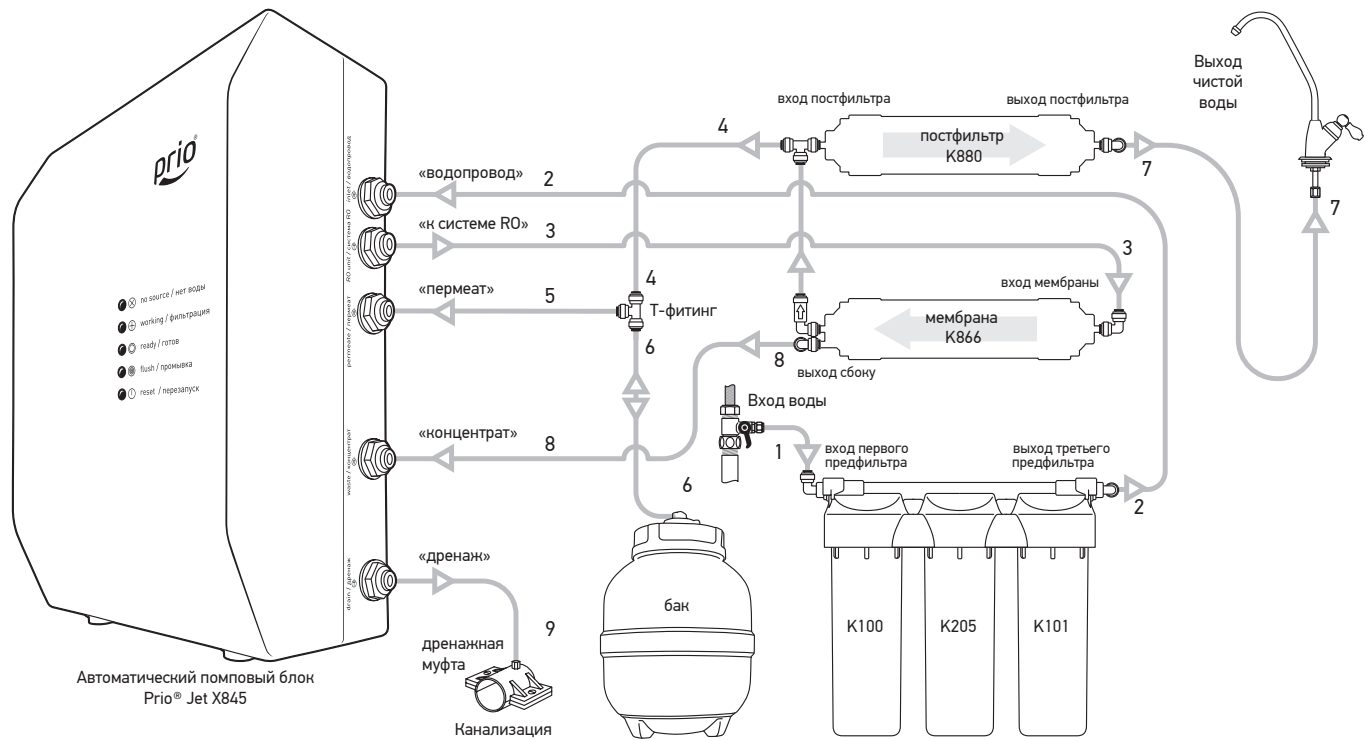

Рис.2. Принципиальная схема подключения OU600
На первой ступени предварительной очистки картридж из полипропилена K100 задерживает механические примеси и прочие частицы размером крупнее 5 микрон (Рис. 2).
- Установить в водопроводную магистраль холодной воды тройник с шаровым краном (см. Рис. 2).
- Собрать с помощью входящей в комплект поставки пластиковой трубки (шланга) систему «магистраль → система обратного осмоса → кран» в соответствии со схемой подключения (см. Рис. 2).